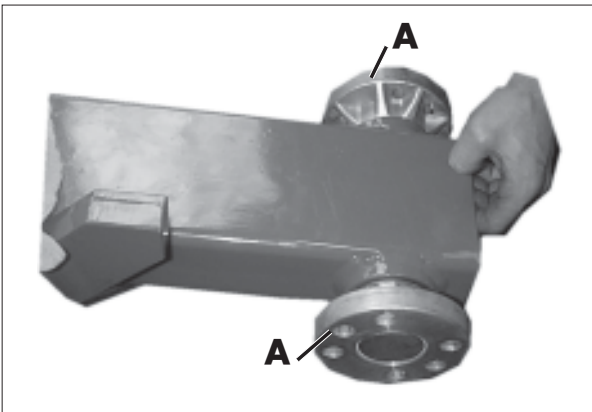

figur 3-5
Drejeleddet (A) skal pege fremad i kørselsretningen (figur 3-5).